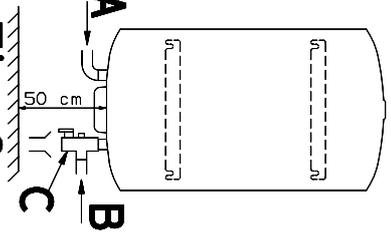

Fig. 2
- Fig.2,3 A- eau chaude – bague rouge
- Fig.2,3 A- hot water – red ring
- Fig.2,3 A- água quente – anel vermelho
- Afb.2,3 A- warm water – rode ring